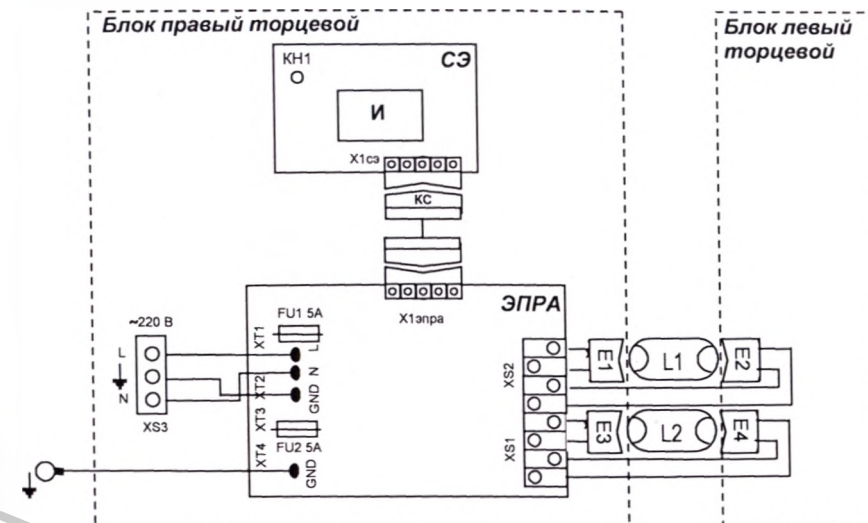

Рис.8
- Отсоединить провода ХТ1, ХТ2, ХТ3 (L, N, земля) ЭПРА от клеммной колодки, расположенной на задней стенке правого торцевого блока (рис.8 Приложение 1).
- Отсоединить провода ламп от клеммных колодок XS1 и XS2 (рис.8 Приложение 1), расположенных на ЭПРА.
- Отсоединить разъем кабеля соединительного от разъема Х1_{ЭПРА} (рис.8 Приложение 1).
- Подсоединить разъем кабеля соединительного к разъему Х1_{ЭПРА} (рис.8 Приложение 1).
- Установить провода ламп в клеммные колодки XS1 и XS2 (рис.8 Приложение 1).
- Отсоединить разъем кабеля соединительного от разъема Х1сэ (рис.8 Приложение 1).
- Установить разъем кабеля соединительного к разъему Х1сэ (рис.8 Приложение 1).